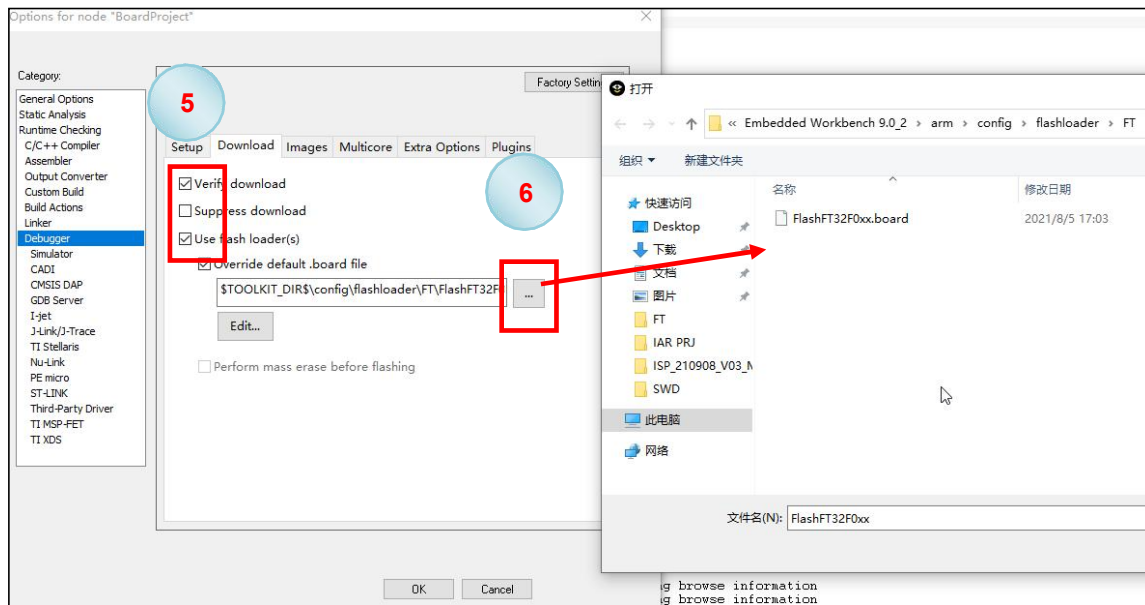

图 6-4 增添 board 文件
7、选择 Debugger 条目下的 Download 标签栏，勾选 “Use flash loader” 及 “Override default.board file” 复选框，并点击右侧的展开按钮，在 C:\Program Files (x86)\IAR Systems\Embedded Workbench xx\arm\config\flashloader\FT 文件夹下，找到芯片的 board 文件并选择它（图 6-4 中步骤 5、6）。